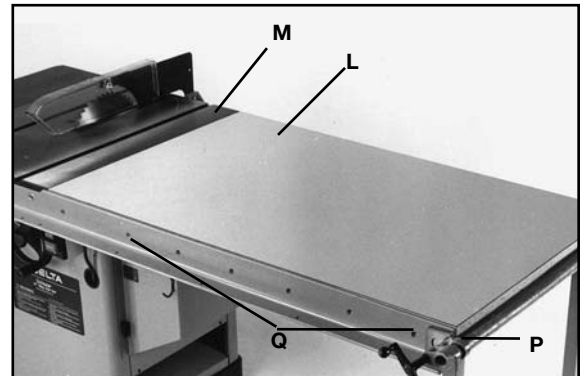
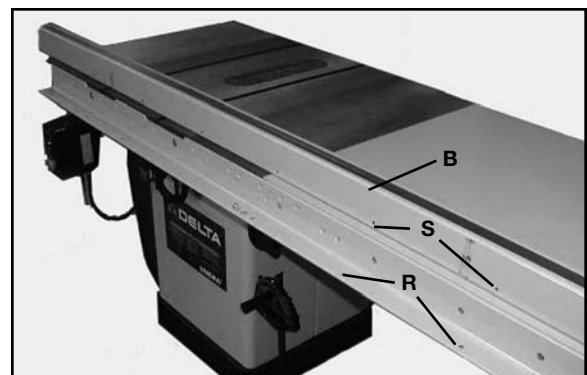

FIG. 12
FIG. 14
9. Installer le module de la rallonge (L), fig. 12, en place entre les deux barres de guidage comme montré. S'assurer que l'extrémité de la rallonge affleure contre la table de scie (M). Au moyen d'une équerre, s'assurer que la rallonge (L) est dans le même plan et au même niveau que la table de scie (M). Tapoter délicatement vers le haut ou le bas et régler les vis de nivellement de la patte. Dès que la rallonge (L) et la table de scie (M) sont dans le même plan et de niveau, serrer la barre de serrage (P) pour maintenir le tout en position. Puis, percer des trous de 1/4 po (6 mm) à l'avant et l'arrière de la rallonge en utilisant comme gabarit les trous (Q) pratiqués dans les barres de guidage. **REMARQUE :** le nombre de trous (Q) dans les barres de guidage avant et arrière variera en fonction de la longueur des barres de guidage achetées.
10. Une fois les trous percés dans le bord avant et arrière de la planche de la rallonge, fixer les barres de guidage avant et arrière au moyen des vis à tête cruciforme de 1/4-20 x 1 1/2 po (6 mm-20 x 38 mm), des rondelles plates et des écrous hexagonaux (R) de 1 1/4 po de diamètre externe (32 mm).
11. Déposer le tube du guide (B), fig. 14, sur la table de scie comme montré. Aligner les trous taraudés (S) au fond du tube du guide avec les trous transpercés (T) de la barre de guidage avant. **REMARQUE : le tube du guide dépasse la barre de guidage de 152 mm (6 po) à chacune des extrémités.**
12. Positionner le tube du guide (B) sur la barre de guidage avant et le fixer au moyen des longues vis à tête hexagonale de 1/4-20 x 1/2 po (6 mm-20 x 13 mm) et les rondelles de blocage. **REMARQUE :** dans les cas où il y a deux trous à une distance de 63,5 mm (2 1/2 po), utiliser uniquement un seul des deux trous.